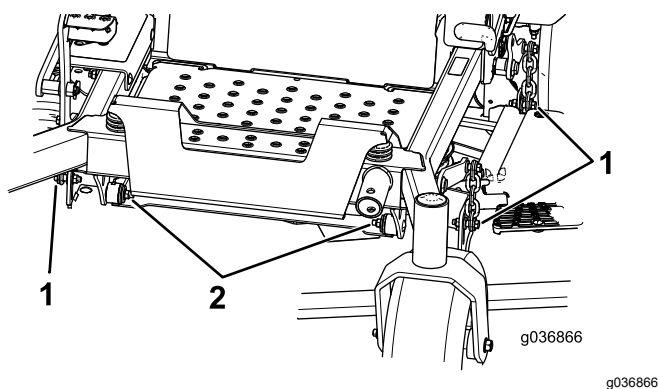

Figure 124
7. Enlevez et conservez les boulons et écrous de chaque côté de la machine (Figure 124).